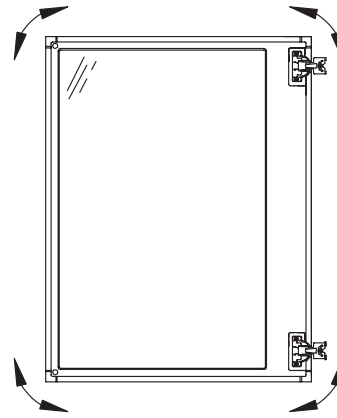

Fig. 11 图11
- B. These screws allow you to plumb the door as shown in Fig.11
- B. 这些螺丝松开可将门作如图11所示的左右的位置调整。